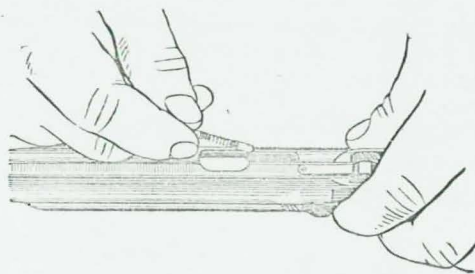

Рис. 23. Присоединение пружины выбрасывателя с фиксатором переводчика-предохранителя
10. Собрать затвор. Удерживая затвор левой рукой, большим и указательным пальцами правой руки взять переводчик-предохранитель флажком вверх и вставить его в большое отверстие затвора так, чтобы цапфа вошла в малое отверстие, расположенное на правой стороне затвора. Удерживая флажок в вертикальном положении, правой рукой вставить в канал затвора пружину выбрасывателя фиксатором переводчика-предохранителя вниз (рис. 23) (фиксатор переводчика-предохранителя заострен). Положить затвор на стол окном